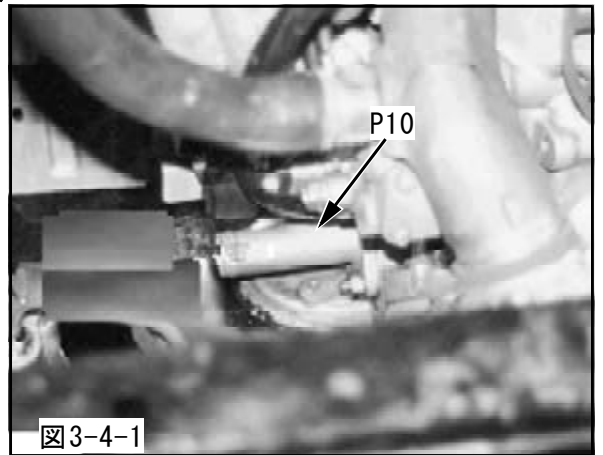

図3-4-1
(1) オイルリターンパイプをエンジンに取付けてください。(図3-4-1)